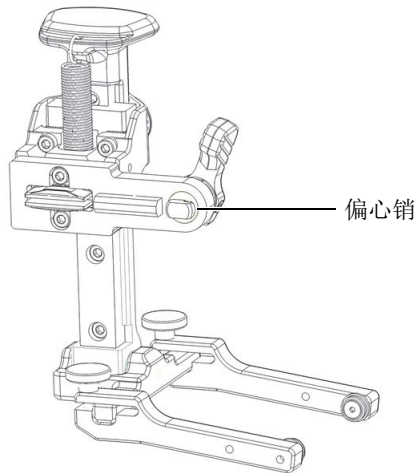

图 2-10 偏心销的平直沿处于水平方向
1. 使用定位杆，对齐偏心销的位置，使其平直沿处于水平方向（参见第48页的图 2-10）。